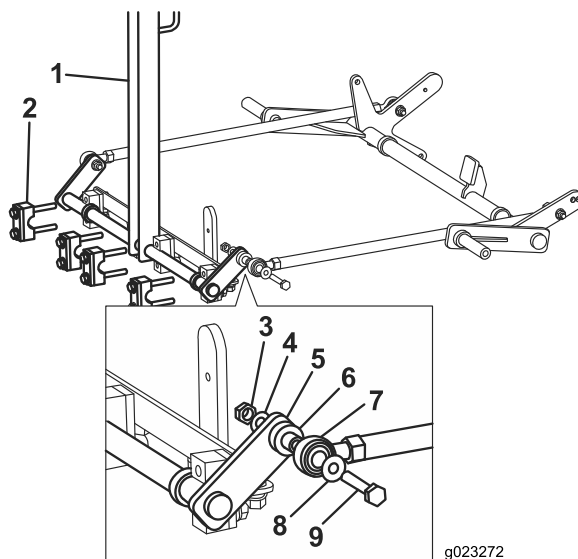

Рисунок 4
2. Проденьте болт через шайбу и конец штока, втулку, штангу, шайбу и закрепите гайкой (Рисунок 4). Не затягивайте гайки. Гайки должны оставаться незатянутыми для выполнения регулировки буксировочной штанги на более позднем этапе данной процедуры.